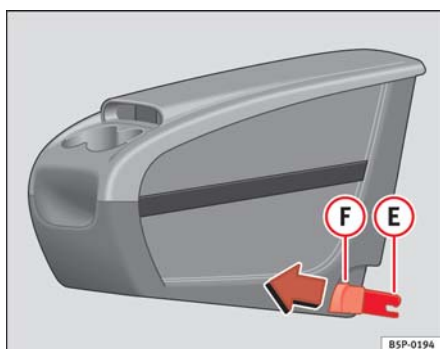
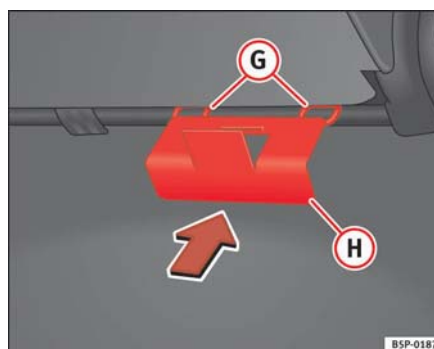

Fig. 100 Portaobjetos móvil. Montaje
Fig. 101 Placa de fijación del portaobjetos móvil
- Coloque desde el interior del vehículo, la placa de fijación **(H)** ⇒ página 115, **fig. 101** del portaobjetos móvil, por la parte posterior del asiento. Debe estar situada entre el respaldo y el cojín, en la zona de la plaza central.
- Encare las dos piezas de fijación **(E)** ⇒ página 115, **fig. 100**, con las dos anillas de fijación **(G)** ⇒ página 115, **fig. 101** y presione con fuerza hasta que las dos pinzas clipen totalmente con las anillas.
- Tire de cada uno de los botones ⇒ página 115, **fig. 100** **(F)** de las pinzas (botones rojos) hacia delante, hasta oír que ha desclipado.